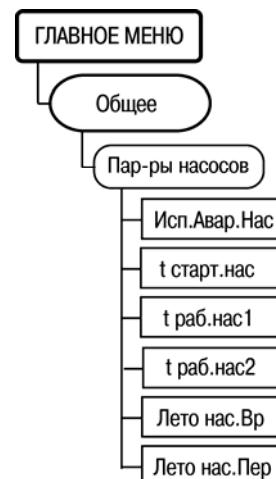

Рисунок 6.25
6.13.12 Пункт меню **Пар-ры насосов** (рисунок 6.25) включает в себя параметры, ответственные за функционирование гасосов как в контуре отопления, так и в контуре ГВС.